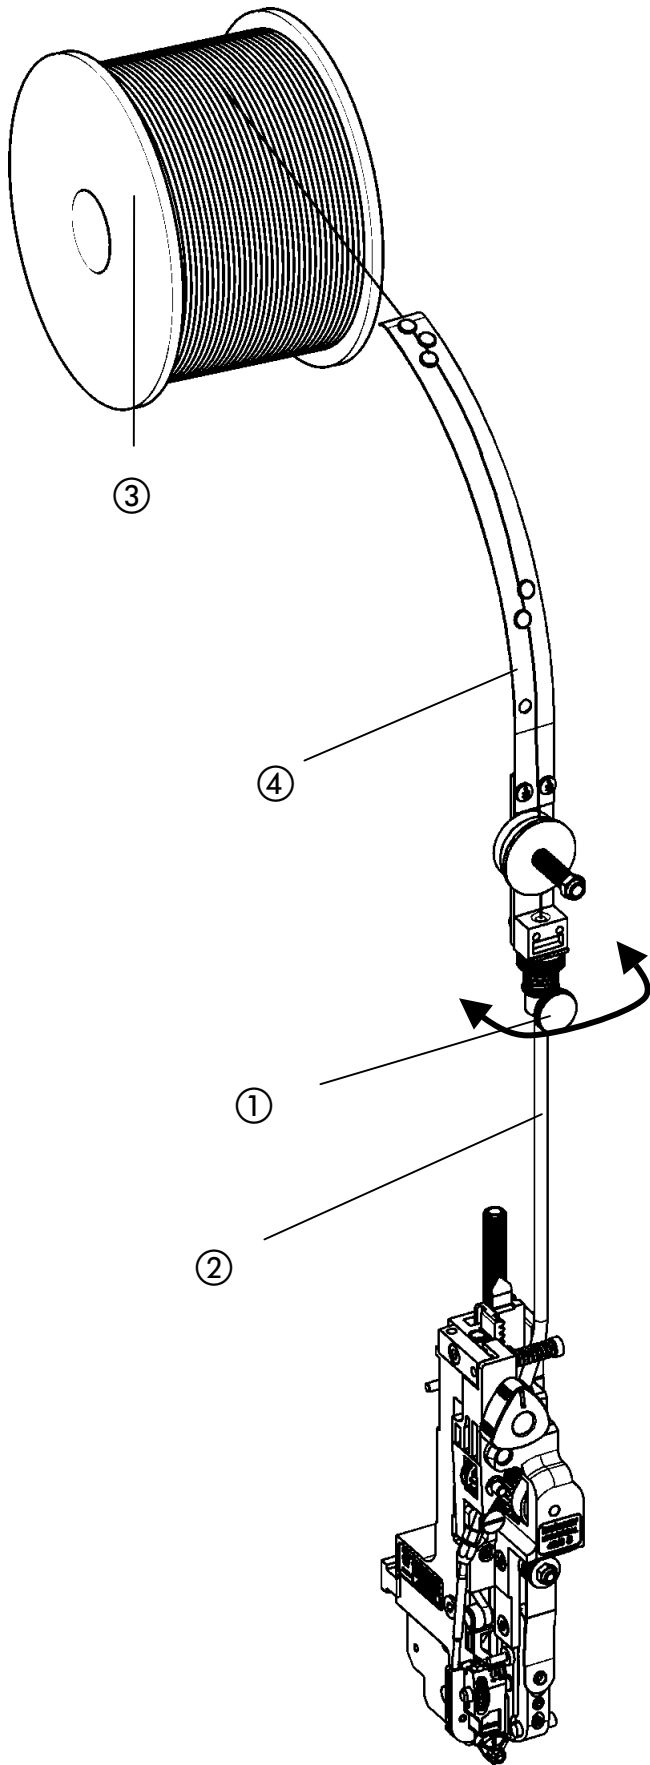

Abb. 6
- Abb. 6 -
- Rändelschraube ① lösen und Drahtbügel ④ auf Drahtführungsrohr ② aufsetzen.
- Drahtbügel ④ zu Drahtrolle ③ ausrichten, um eine einwandfreie Drahtführung zu gewährleisten.
- Durch Festziehen der Rändelschraube ① Drahtbügel ④ fixieren.